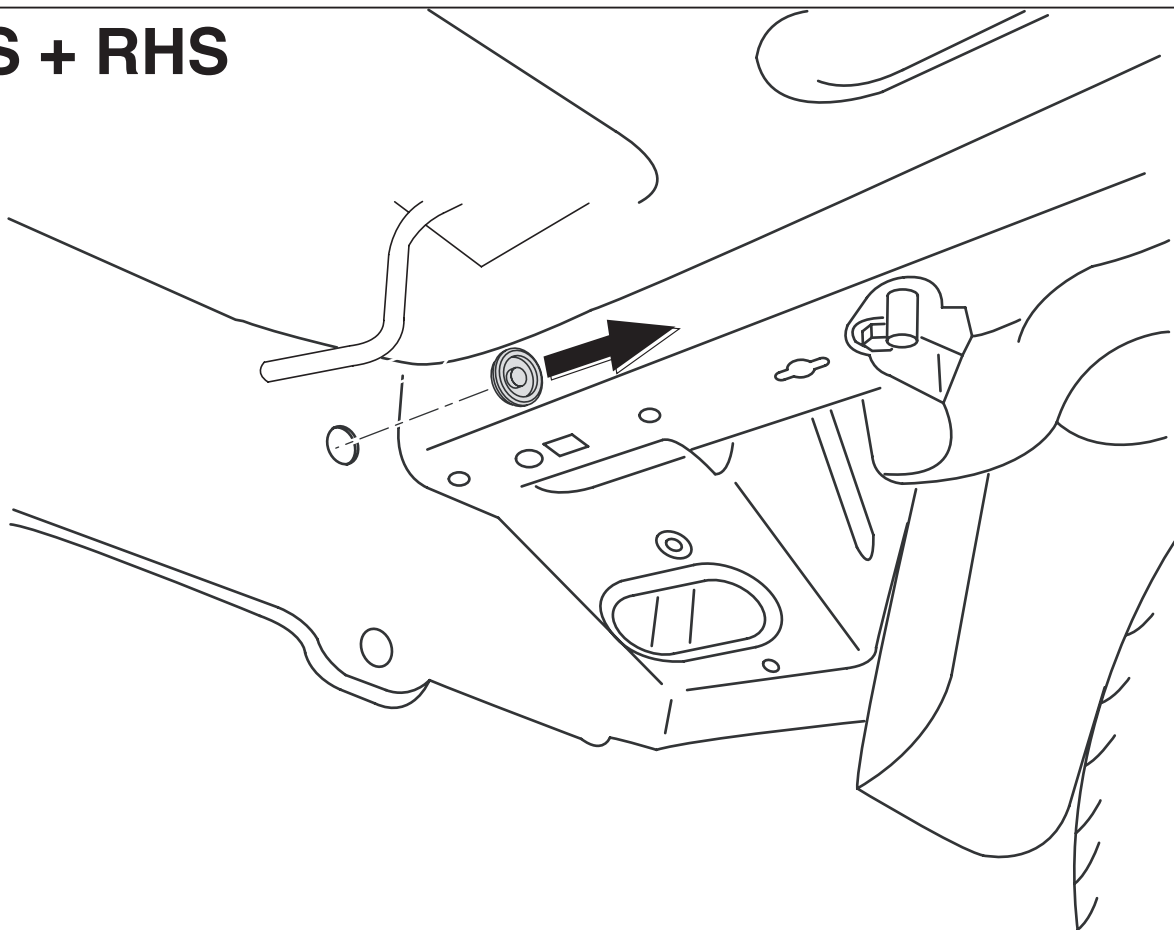

Fig.1
2. Bei den angegebenen Punkten die Gummikappen entfernen (siehe Abb. 1).
2. W oznaczonych miejscach usunąć gumowe nakładki (patrz rys. 1).